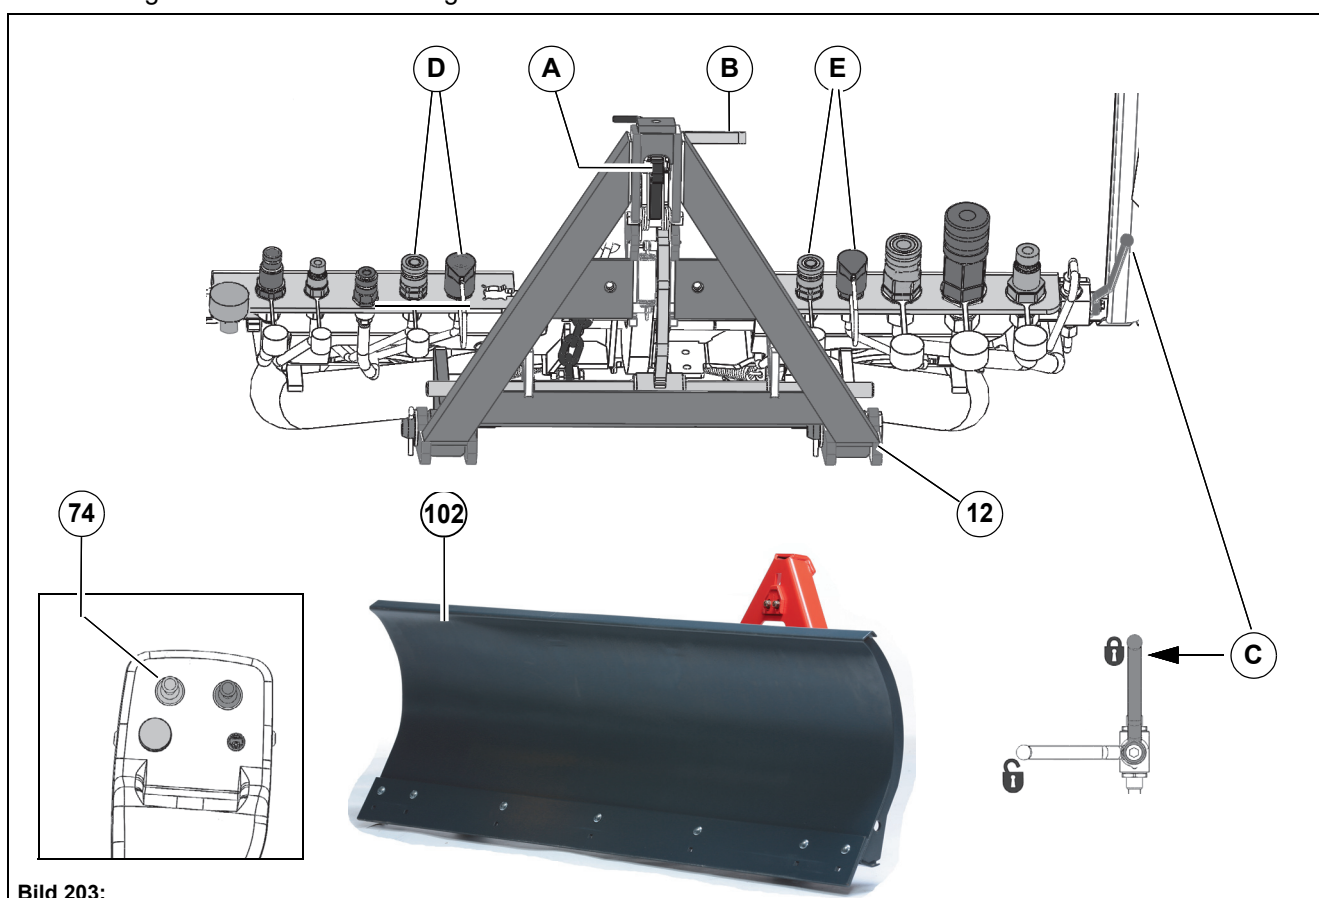

Bild 203:
2. Lossa låshaken **Bild 203-A** och låsstången **Bild 203-B** på frontaggregathållaren **Bild 203-12**.
6. Stäng ventilen **Bild 203-C** för uttagning av sugmunstycket i utlyft tillstånd!
- Svängning snöplogblad – matning = **Bild 203-D**
- Svängning snöplogblad – retur = **Bild 203-E**